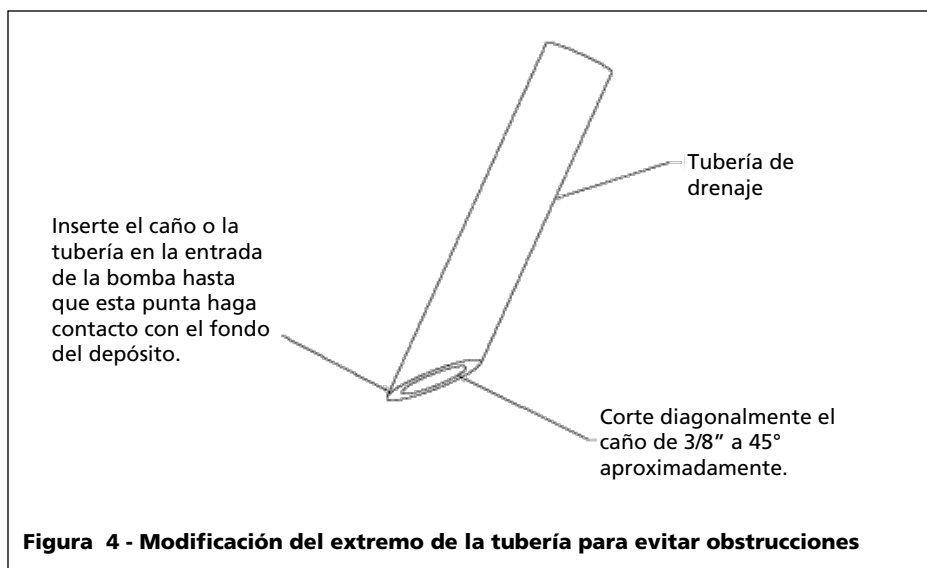

Figura 4 - Modificación del extremo de la tubería para evitar obstrucciones
- Para evitar la obstrucción de la tubería en el depósito, modifique el extremo de la tubería o del caño como se muestra en la Figura 4.